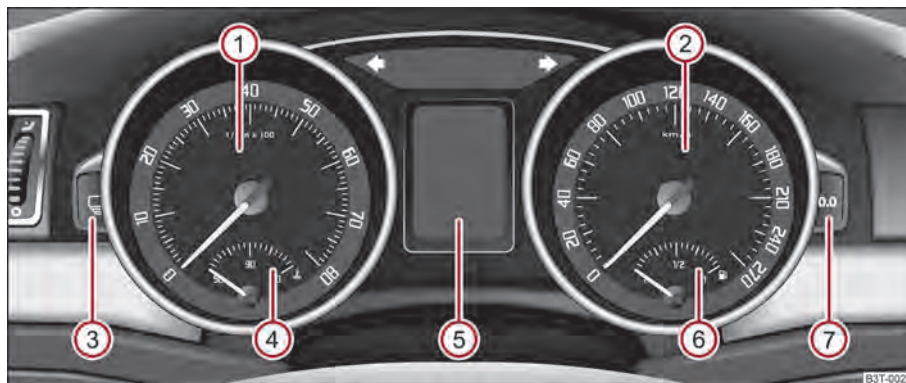

Fig. 2 Cuadro de instrumentos
El sector rojo de la escala del cuentarrevoluciones ① ⇒ fig. 2 marca el sector, en el que la unidad de control del motor comienza a limitar el régimen del motor. La unidad de control del motor limita el régimen del motor a un valor límite seguro.
El indicador de la temperatura del líquido refrigerante ④ ⇒ fig. 2 funciona sólo con el encendido conectado.
El indicador del nivel de combustible ⑥ ⇒ fig. 2 funciona sólo con el encendido co-nectado.